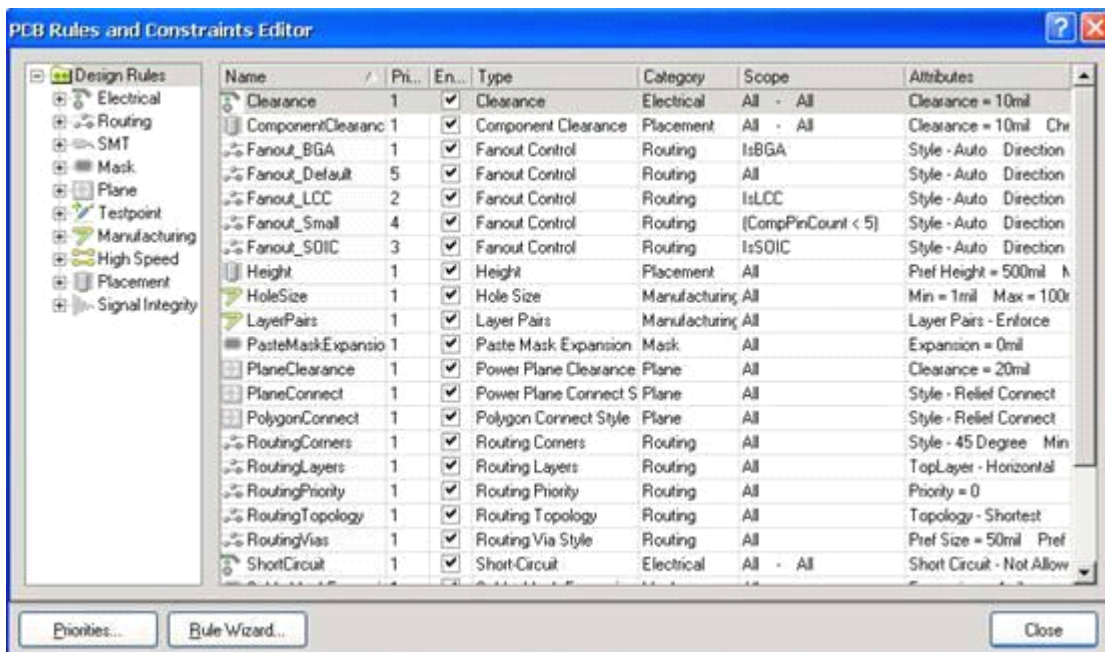

图6-1 PCB 设计规则和约束对话框
6.1设计规则设置进入设计规则设置对话框的方法是在 PCB 电路板编辑环境下，从 Protel DXP 的主菜单中执行菜单命令 Desing/Rules.....，系统将弹出如图6-1所示的 PCB Rules and Constraints Editor(PCB 设计规则和约束)对话框。